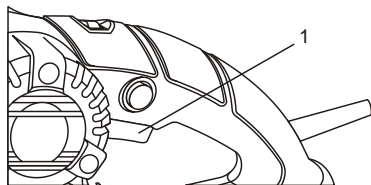

Fig. 6
L'interrupteur à gâchette MARCHE/ARRÊT (1) est un interrupteur monofonction (Fig. 6). Pour mettre l'outil en MARCHE, appuyez sur l'interrupteur. Pour ARRÊTER l'outil, relâchez l'interrupteur.